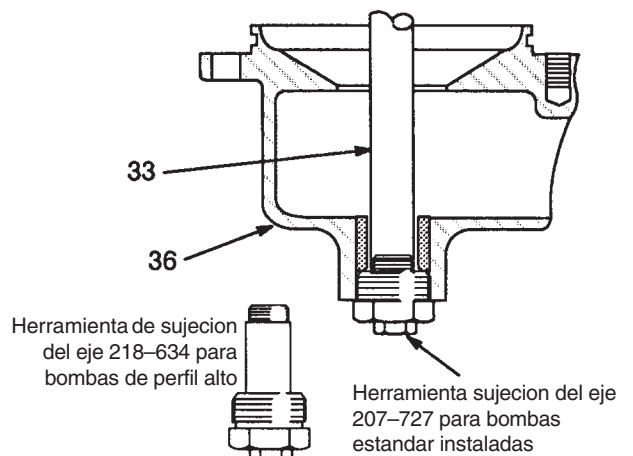

Fig. 12
8. Deslizar el eje (33) en el cojinete de la campana de entrada (36a) y fijarlo en su posición con la herramienta de sujeción del eje. Ver Fig. 12.